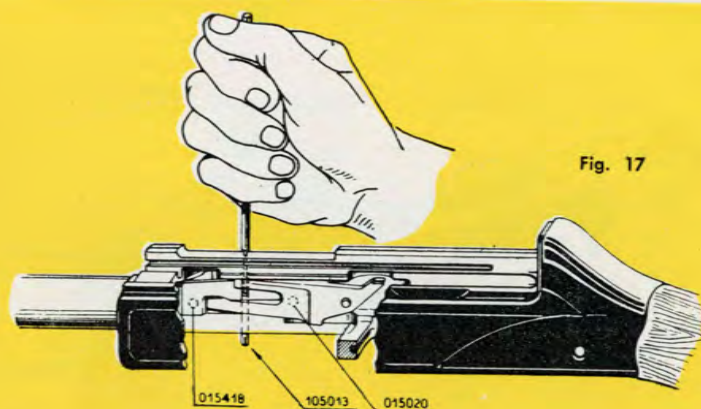

Fig. 17
6.6.1. Come mostra la fig. 17 per smontare la leva basta far uscire dal suo alloggiamento il perno 105013 per mezzo di un punteruolo.
Il perno dovrà essere introdotto con la parte spaccata elastica verso il basso come si vede nella fig. 17, che illustra lo smontaggio. Il perno dovrà trovarsi, ad operazione finita tutto nel foro e non sporgere dal castello.